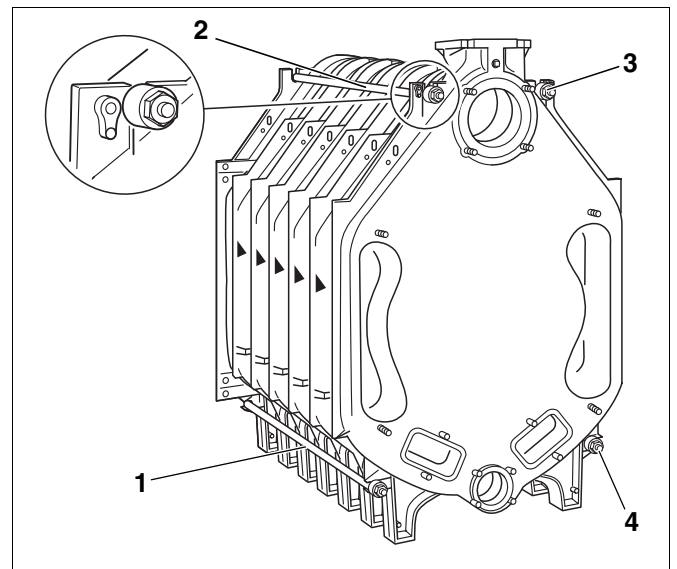

Fig. 19 Montage – Ankerstangen
- Sæt stagboltene med de påsatte fjederpakker ind i beslagene i venstre og højre side, foroven og forneden ved siden af kedlens nippelgang (Fig. 19, pos. 1 – 4).